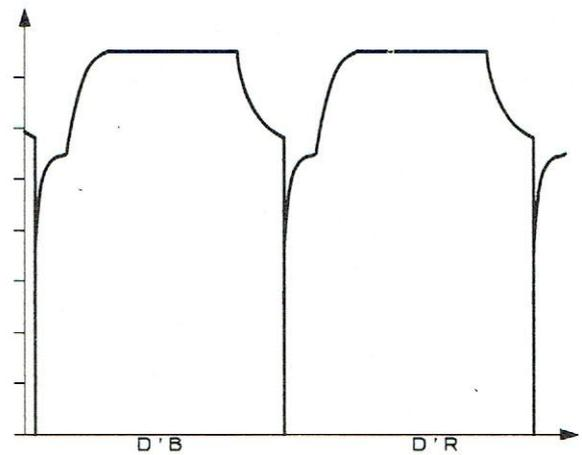

Fig. 2
- Ajuster sur C2045 pour obtenir une fréquence centrale de 4,3MHz. On doit obtenir l'oscillogramme de la figure 2 sur la borne 20 du TDA2591 de la platine PPS.